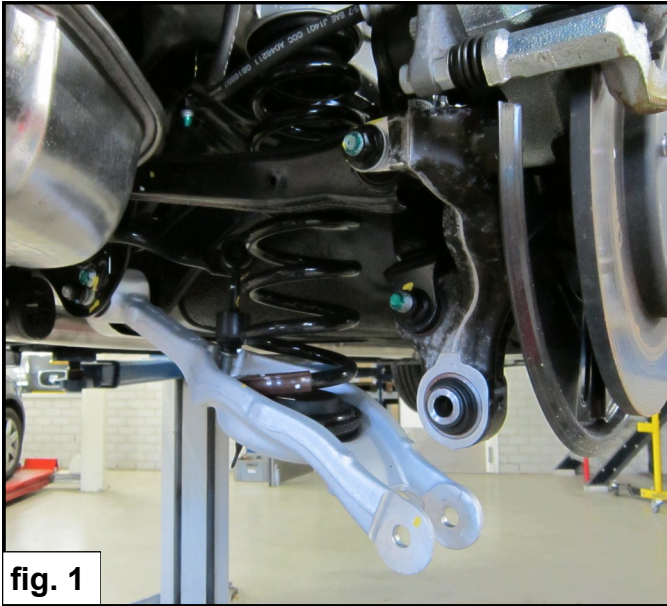

fig. 1
2. Ondersteun de draagarm en verwijder de moer van de stab.stang en de bout van de draagarm aan de wielzijde. Zie fig. 1. **Let op: de draagarm staat onder veerspanning.**
2. Support the wheel arm and remove the wheel arm bolt at the wheel side and the nut of the stabilizer bar. See fig. 1. **Take care: The wheel arm is under tension of the spring.**
2. Unterstützen Sie den Tragarm und entfernen Sie den Trag-Armbolzen an die Radseite und die Muttern von der Stabilisatorstange. Siehe Fig. 1. **Achten Sie darauf dass der Tragarm unter Federspannung ist.**
2. Soutenez le bras de suspension et enlevez le boulon du bras de suspension côté roue. Voir fig. 1. **Attention: le bras de suspension est sous tension.**
2. Sostenga el soporte y remueva el perno del soporte al ladode la rueda. Véase fig. 1. **Atención El soporte está bajo tensión de muelle.**